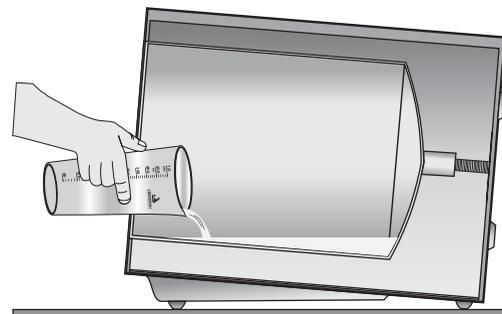

Fig. 16
► Abra a porta da autoclave, usando o copo dosador, coloque a quantidade correta de **água destilada** diretamente na câmara **antes** de cada ciclo (Fig. 16) de acordo com a tabela abaixo;